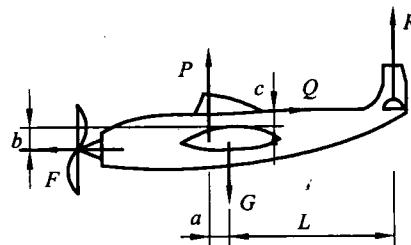

图 2.17
13. 如图 2.17 所示，当飞机作稳定飞行时，所有作用在它上面的力都必须相互平衡。已知飞机的重量为 *G*=30 kN，螺旋桨的牵引力 *F*=4 kN。飞机的尺寸：*a*=20 cm，*b*=10 cm，*c*=5 cm，